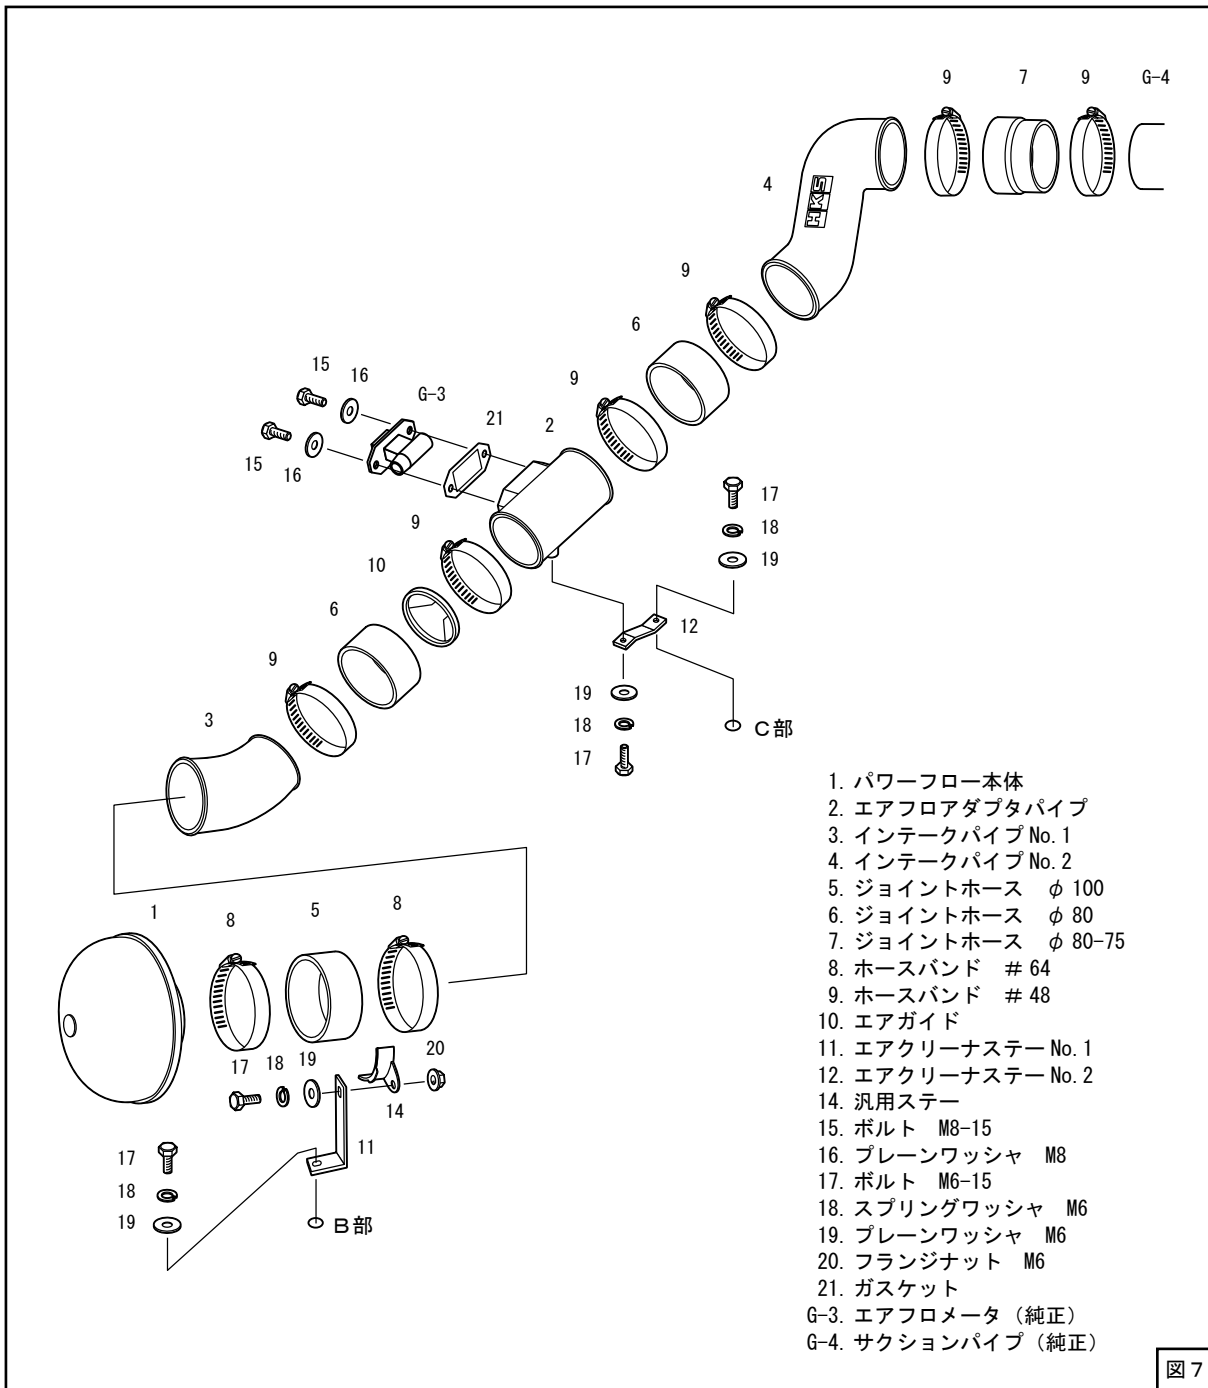
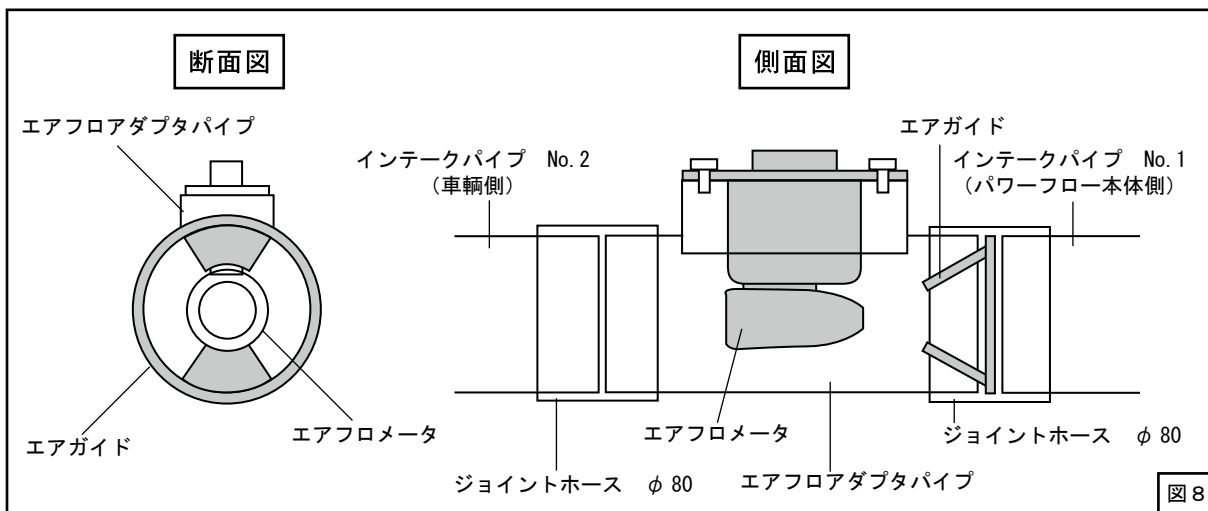
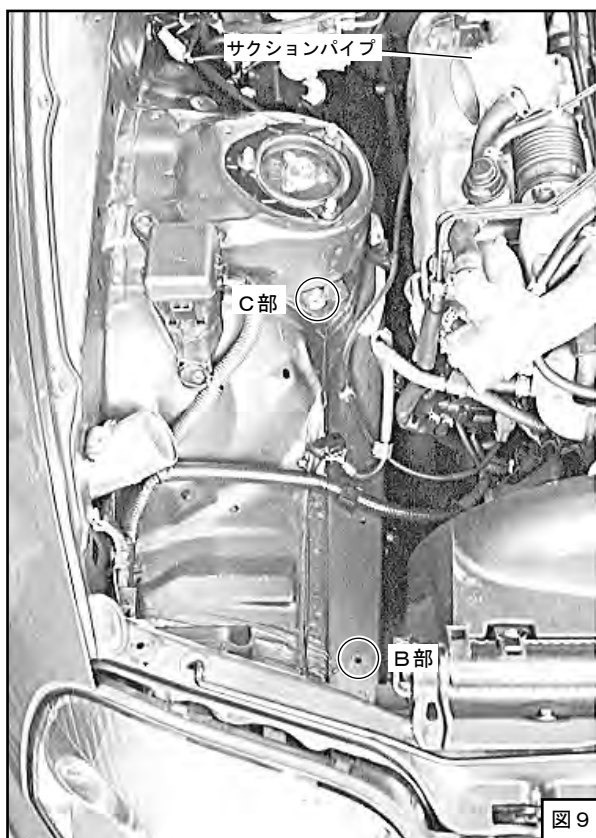
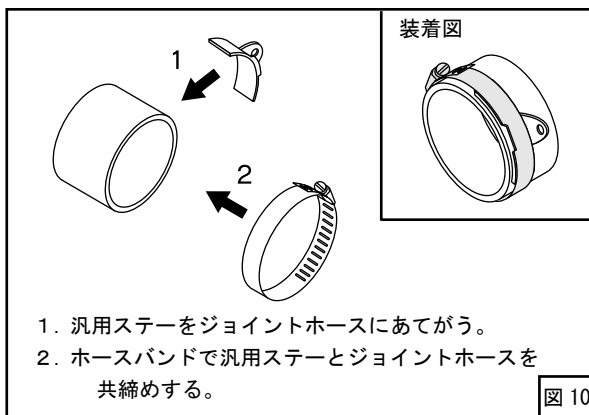

図7
図8
図9
図10
(4) エアフロアダプタパイプにエアフロメータを取付けてください。エアフロメータを固定する際、ボルト（図7／M8-15）を締めすぎないようにしてください。締めすぎるとエアフロメータが変形又は破損する場合があります。
（締付けトルク：3.0～4.0N・m { 0.3～0.4 kg・m }）（図7）
(5) キットパーツを仮付けしてください。（図7、図8、図9、図10）
(6) エアガイドをインテークパイプ No.1 とエアフロアダプタパイプの間のジョイントホース内に、図8の角度で挟み込んでください。